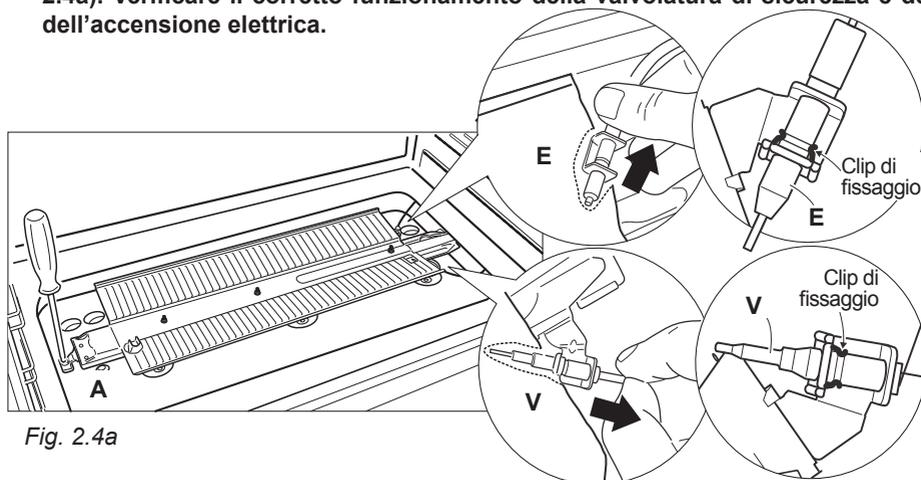

Fig. 2.4a
- Sganciare con cautela, dal bruciatore, la valvola di sicurezza "V" e l'elettrodo dell'accensione elettrica "E" (come indicato in fig. 2.4a). Prestare particolare attenzione a non danneggiare la valvola e l'elettrodo.
- Svitare e togliere la vite "A" che fissa il bruciatore (fig. 2.4a).
**IMPORTANTE: Fare particolare attenzione a rimontare correttamente la valvola di sicurezza "V" e l'elettrodo dell'accensione elettrica "E" (come indicato in fig. 2.4a). Verificare il corretto funzionamento della valvolatura di sicurezza e dell'accensione elettrica.**
Per poter procedere alla regolazione dell'aria primaria il bruciatore deve essere smontato dalla sua sede (figure 2.4a, 2.4b).